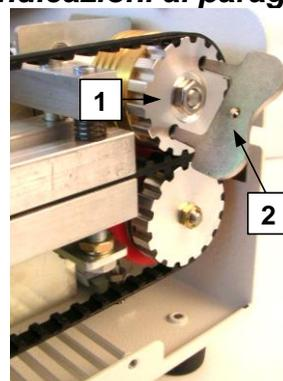

fig.4.2
- Inserire la leva reverse (n.2-fig.4.2), fornita in dotazione con la macchina, negli appositi fori della puleggia motrice superiore (n.1-fig.4.2): vedere fig.4.2.
- **In senso antiorario ruotare manualmente, lentamente e senza strappi la leva reverse (n.2-fig.4.2) fino a che la busta non è completamente disimpegnata dalla zona della ruota pressione.**
- In senso antiorario ruotare manualmente, lentamente e senza strappi la leva reverse (n.2-fig.4.2) fino a che la busta non è completamente disimpegnata dalla zona della ruota pressione.